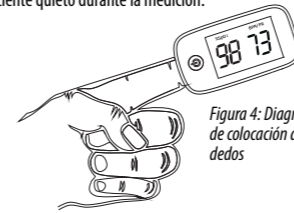

Figura 4: Diagrama de colocación de los dedos
A. El usuario debe insertar el dedo en la sonda completamente, B. Se recomienda dejar que la luz LED brille directamente sobre la uña (Figura 4); C. No mueva el dedo y trate de mantener al paciente quieto durante la medición.